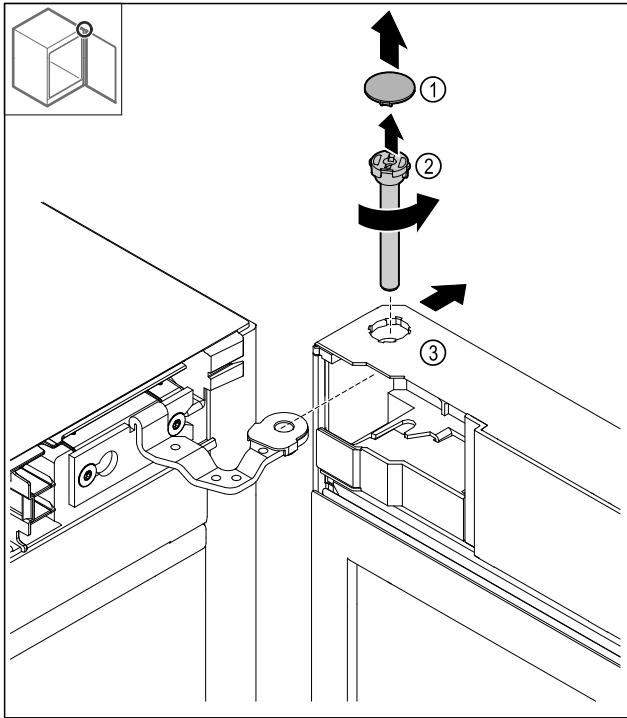

Fig. 19
- ▶ Снимите крышку Fig. 19 (1).
- ▶ Открутите палец Fig. 19 (2) против часовой стрелки и извлеките его.
- ▶ Немного отклоните дверь Fig. 19 (3).